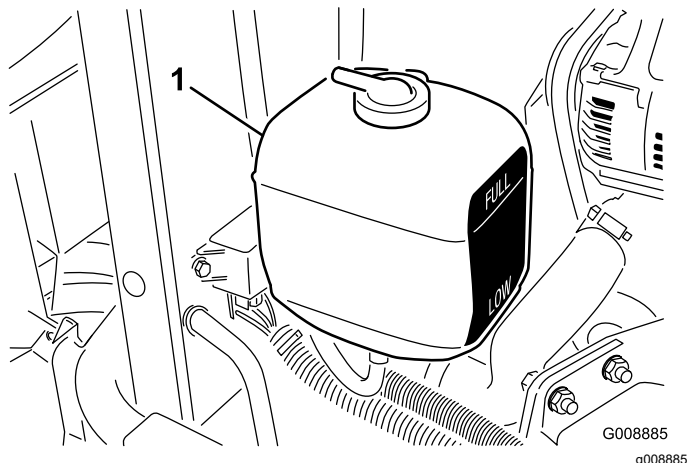

図 61
2. 補助タンクの冷却水量を点検する図 61。エンジンが冷えた状態で、タンク側面についている本の線の間にあれば適切である。